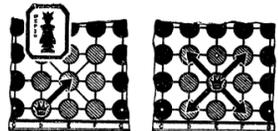

Рис. 5
5. Ход ферзя. Ферзь может двигаться и бить только по диагонали на один пункт в пределах крепости, действуя таким образом лишь на 5 пунктах доски (рис. 5).